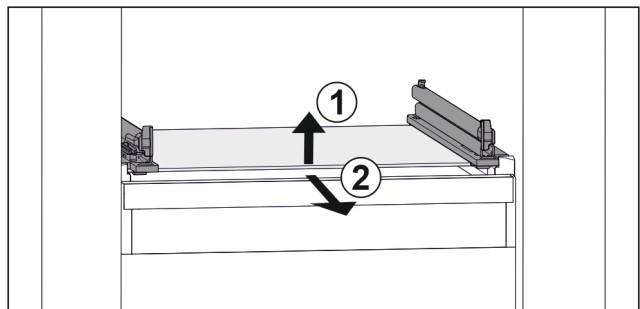

Fig. 62 Beispielhafte Darstellung der Glasplatte
- ▶ Glasplatte vorne anheben. Fig. 62 (1)
- ▶ Glasplatte nach vorne entnehmen. Fig. 62 (2)